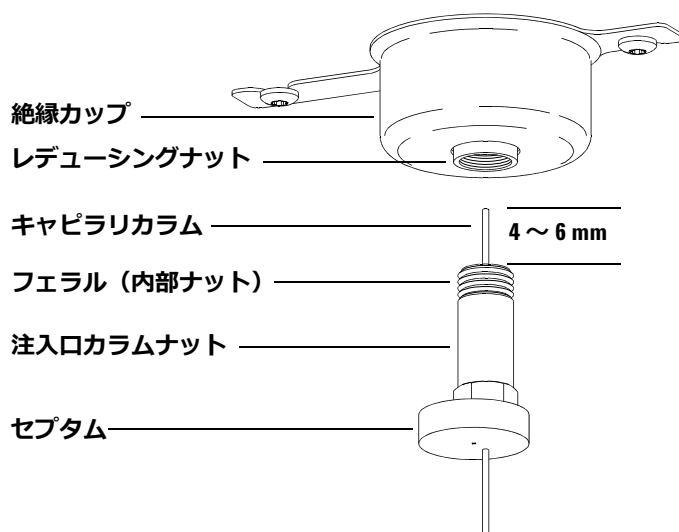

図3 スプリット/スプリットレス注入口へのキャピラリカラムの取り付け
- 2 カラムナットの下の子セプタムを、フェラルの端から 4 ~ 6 mm 出るように調整します (図 3)。